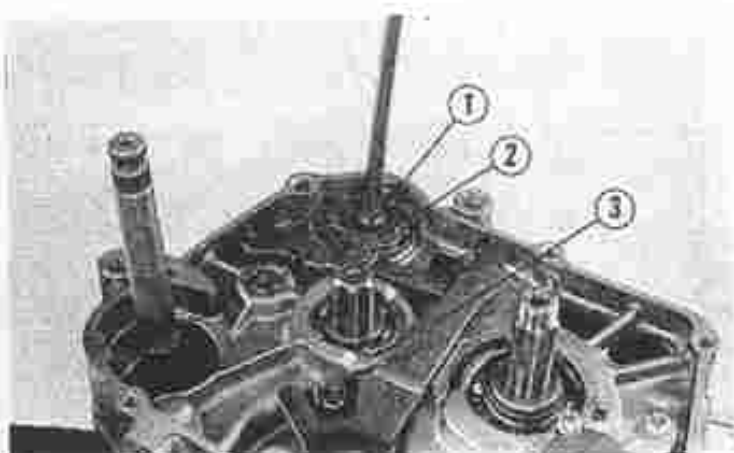

Fig. 50 Schakelas
- ① Voelmaat
- 5) Demonteer de schakelas. (Fig. 50)